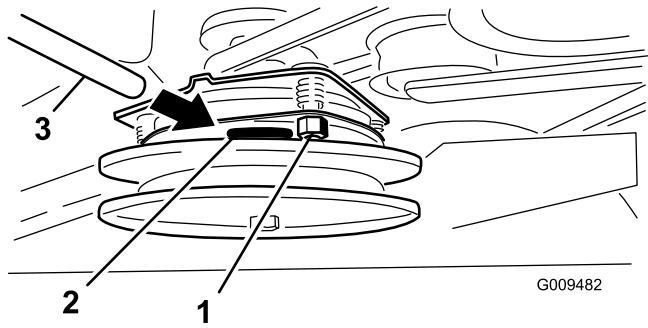

Figura 59
5. Apriete las contratuercas hasta fijar ligeramente la galga pero dejando que ésta se pueda mover con facilidad en la separación (Figura 59).